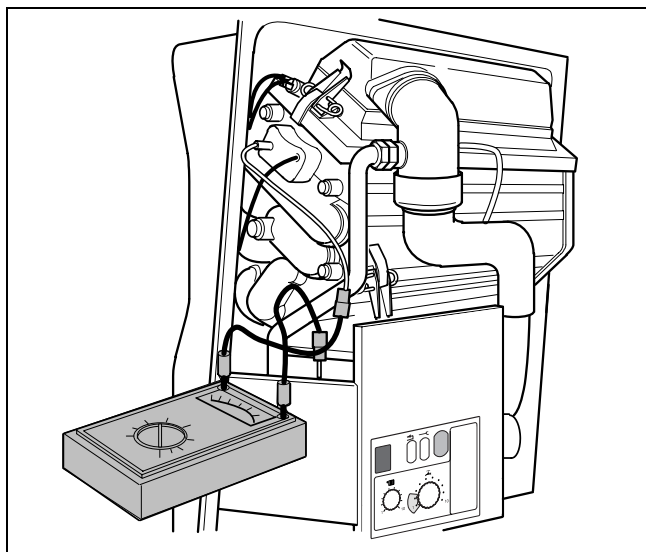

Fig. 32 Misurare la corrente di ionizzazione
- Staccare la spina di connessione del cavo di controllo e collegare in serie l'apparecchio di misurazione (fig. 32). Selezionare sull'apparecchio di misurazione il campo di corrente continua μA . L'apparecchio deve avere una risoluzione di almeno $1 \mu\text{A}$.